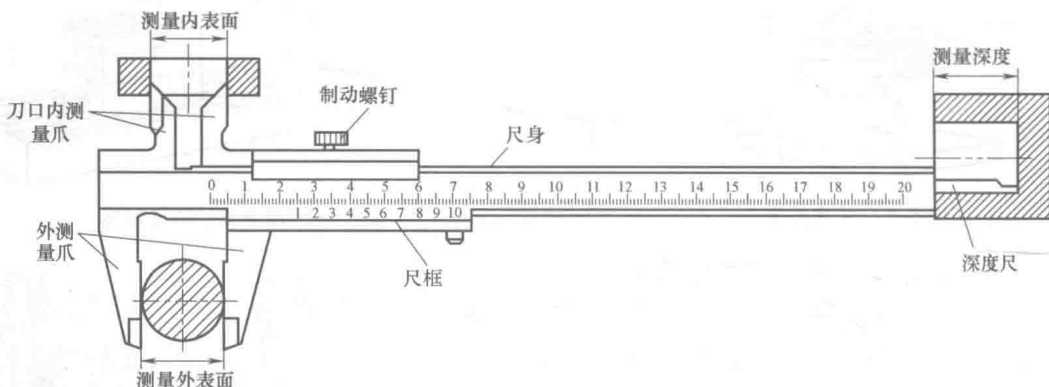

图 0-9 常用游标卡尺的结构
1) 游标卡尺的规格、结构。游标卡尺的测量范围为 0 ~ 150mm、0 ~ 200mm、0 ~ 300mm 和 0 ~ 500mm 等。游标卡尺的外形结构种类较多，图 0-9 所示为常用游标卡尺的结构。